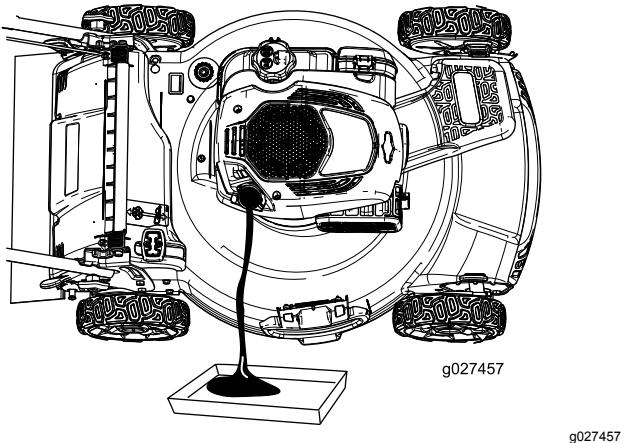

図 27
- エアフィルタが下になるように機体を横に傾けて、エンジンオイル補給口からエンジンオイルを抜く図 27。